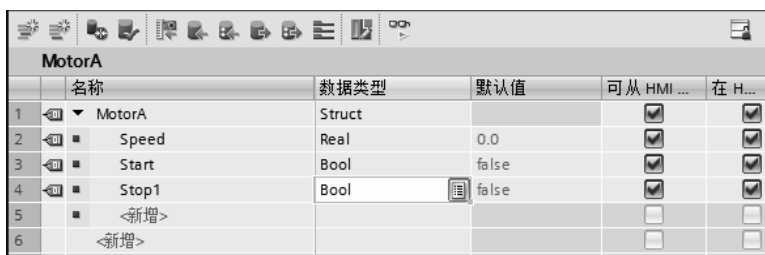

图 4-4 创建 PLC 数据类型 (1)
① 在项目视图的项目树中，双击“添加新数据类型”选项，弹出如图 4-4 所示界面，创建一个名称为“MotorA”的结构，并将新建的 PLC 数据类型名称重命名为“MotorA”。